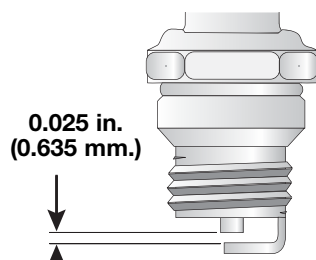

Fig. 35
4. Cambie las bujías que estén rajadas, sucias o deterioradas. Fije la separación de aire a 0,635 mm (0,025 pulgadas) utilizando un calibrador (Fig. 35).